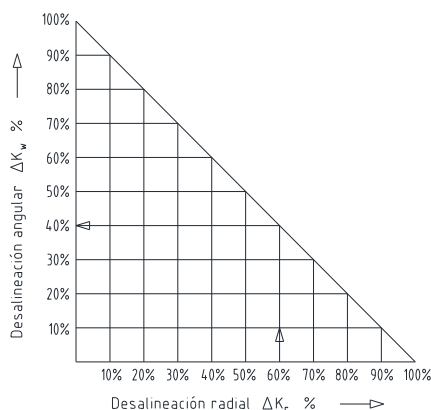

Figura 20: Combinaciones de desalineaciones
- Los valores de desalineación indicados en la tabla 6 y 7 son valores máximos que no pueden presentarse simultáneamente. Al presentarse simultáneamente desalineación radial y angular los valores de desalineación admisibles solo pueden ser utilizados proporcionalmente (véase figura 20).